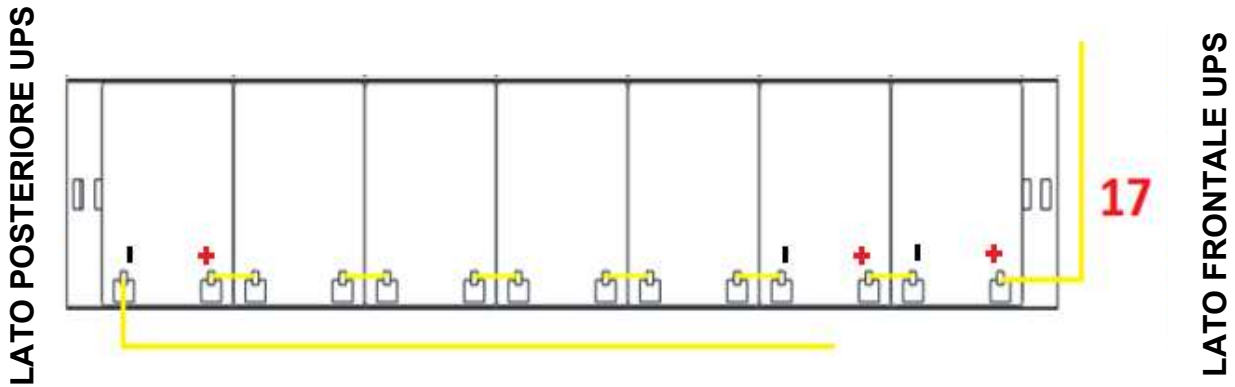

Figura 41 - Vista dall'alto piano N°6
- 15) Sul Piano n°6 inserire il cassetto n°17 rispettando la posizione e il cablaggio come mostrato in figura 41.